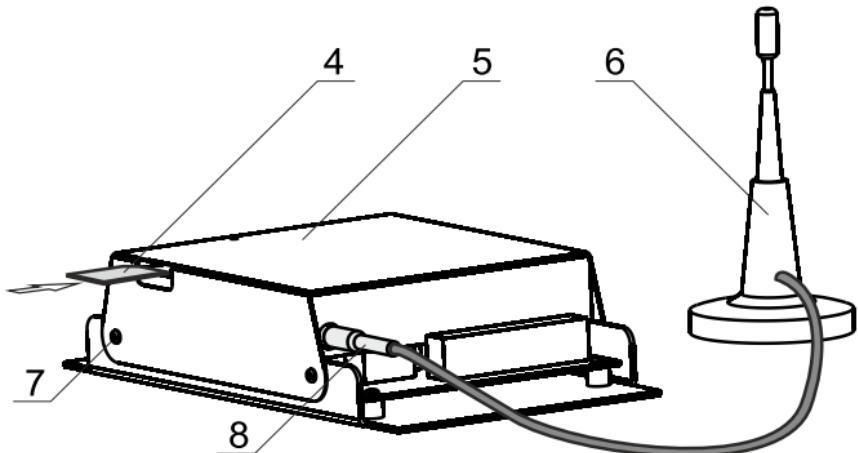

Рис.2 Подключение модуля GSM/GPRS к антенне
6.1 При включении электроводонагревателя модуль GSM/GPRS автоматический регистрируется в мобильный сети, и на передней панели блока управления начинает мигать точка на цифровом индикаторе (Рис.2, поз.17, см. паспорт электроводонагревателя Lux, MK). На крышке модуля (5) так же периодически мигает индикатор «СЕТЬ», что говорит о нормальной работе модуля (Zota Lux/MK). Для просмотра уровня сигнала (УР.0 – УР.5), выберете пункт меню «П23».
Для котлов Zota Smart SE, MK-S, Solid на передней панели блока индикации загорается символ работы модуля GSM/GPRS (Рис.2, поз.4, см. паспорт электроводонагревателя). Для просмотра уровня сигнала (0-5), выберете пункт меню «GSM - модуль».